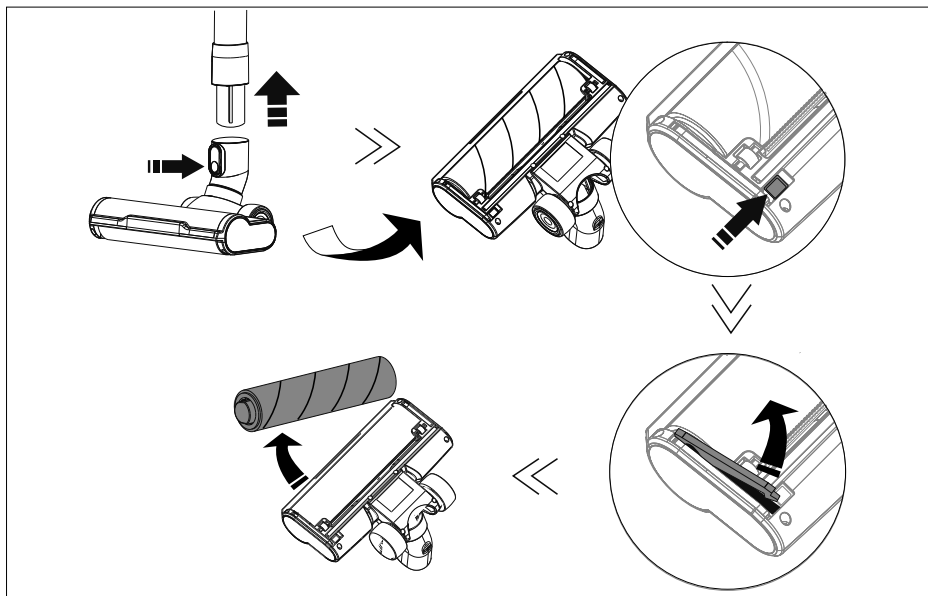

Fig. 11
- ▶ Premere il pulsante di rilascio sulla parte inferiore della bocchetta per pavimenti per aprire lo sportello, come mostrato nella fig. 11.